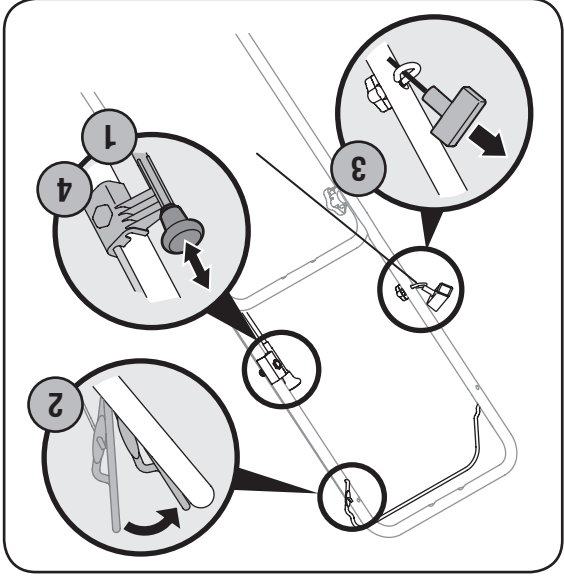

Figure 9-4
1. Tirez sur le bouton du volet de départ qui se trouve sur la gauche du guidon supérieur. Voir la Figure 9-4.
3. Tirez sur la poignée du démarreur jusqu'à ce que vous sentiez une légère résistance, puis tirez plus rapidement pour surmonter la compression, empêcher le recul et faire démarrer le moteur. Répétez au besoin. Voir la Figure 9-4.
4. Poussez le bouton du volet de départ quand le moteur est chaud. Voir la Figure 9-4.
1. Lâchez la commande de la lame. Voir la Figure 9-4.